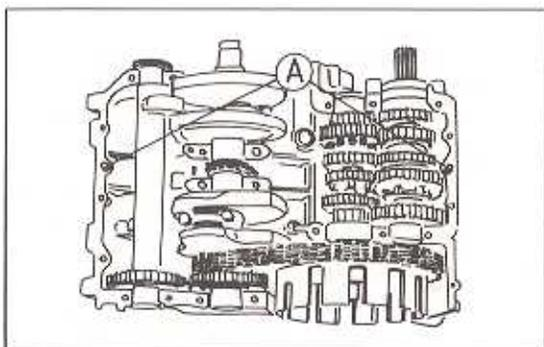

Bild 168
- Prüfen ob sich die Schaltwalze in Leerlaufposition befindet und der Positionierhebel in der Raste sitzt (Bild 168).